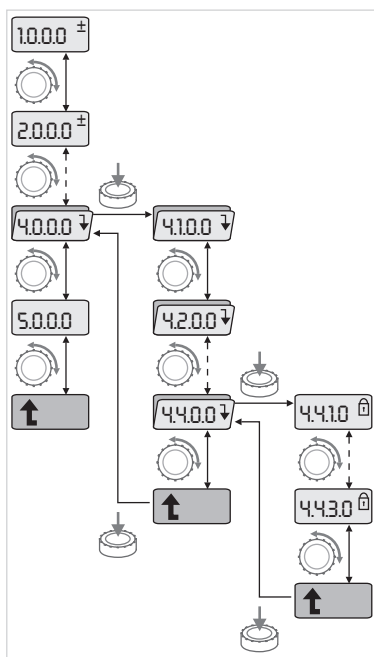

Fig. 40: Navigationsbeispiel
- Die allgemeine Navigation im Menü wie folgt durchführen (Beispiel siehe Fig. 40):